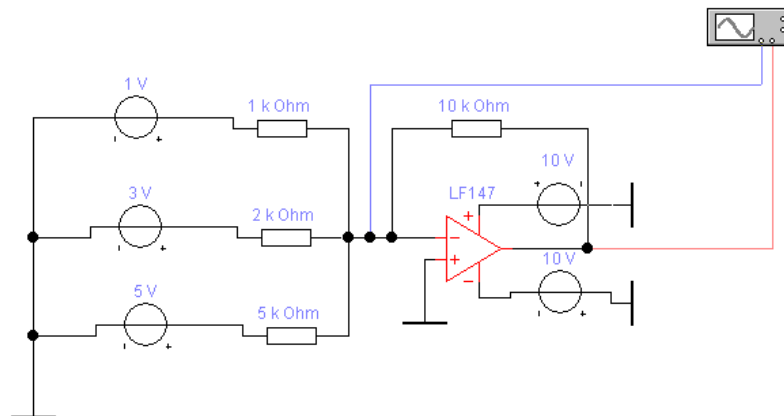

Рис.1. Схема суммирования постоянных напряжений на ОУ
- 1.1. Соберите схему, изображённую на рис.1.